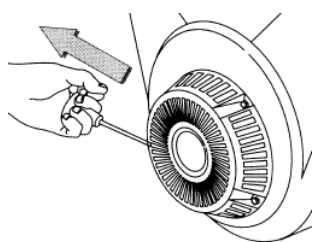

Рис. 3
5. Плавно вытянуть до упора трос ручного стартера за ручку и вернуть в исходное положение (см. также рис.3)
7. При ручном пуске, придерживая генератор за раму, резко с интенсивным усилием вытянуть трос ручного стартера до упора (рис.3), повторив действие несколько раз при необходимости. Если двигатель не запускается, следует изменить положение рычага воздушной заслонки, сдвигая его вправо тем больше, чем выше температура двигателя и окружающего воздуха при использовании бензина или повторить кратковременное нажатие кнопки регулятора при работе на газе, затем повторить пуск. Включение электрического стартера производится поворотом ключа выключателя в крайнее правое положение «ПУСК». Сразу после пуска двигателя отпустить ключ выключателя для обеспечения его самовозврата в среднее положение. При срабатывании защиты нажать сброс после остывания автоматического выключателя.